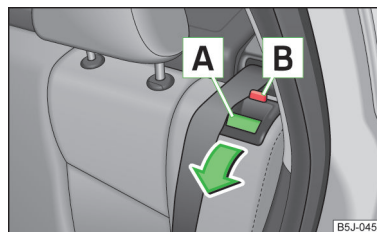

Fig. 41
- Premere il tasto di sicurezza **A** lo schienale del sedile sarà sbloccato e potrà essere inclinato in avanti » fig. 41.
- Successivamente ribaltare indietro lo schienale sino ad innestare in posizione il pulsante di bloccaggio - verificare l'innesto in posizione tirando lo schienale » fig. 41.